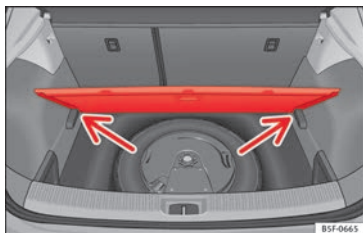

Fig. 184 Coffre à bagages : plancher modulable
- Appuyez le plancher contre les logements prévus à cet effet » **fig. 184** (flèches).